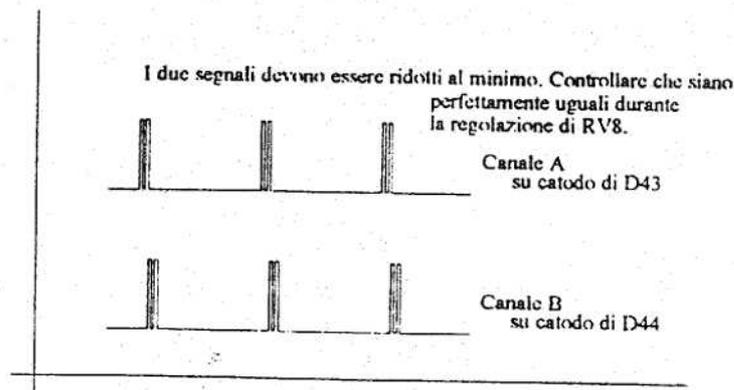

fig. 3
- ⑤ - Agendo sul trimmer **RV8** (senso orario diminuisce), fare in modo che le larghezze temporali dei due segnali siano impostate ad un valore molto basso vedi (fig. 3) per le schede di vecchio tipo agire in senso antiorario.